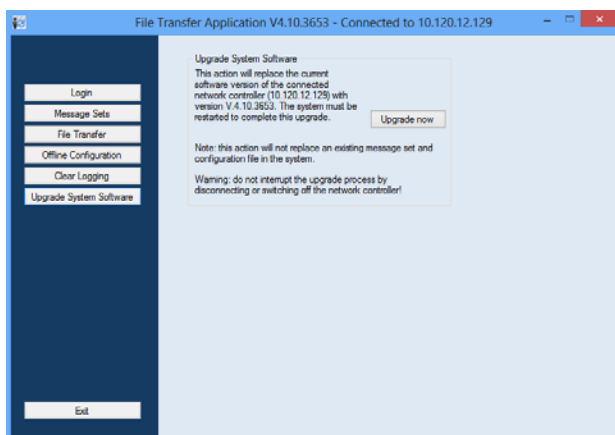

рисунок 37.5: Экран передачи файлов
- 1 Нажмите кнопку *Upgrade system software*. Отобразится экран, подобный экрану, изображенному на рисунок 37.5.